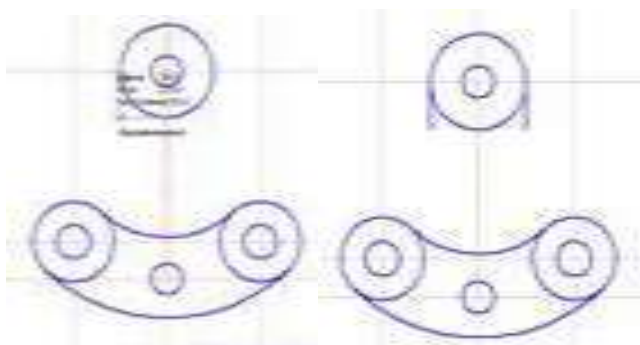

Рисунок 3.13 – Создание параллельных отрезков
13. Выберите **Параллельный отрезок**, щелкните на Вертикальную Ось, затем проведите отрезок до выравнивания по нижней точке окружности (рисунок 3.13).